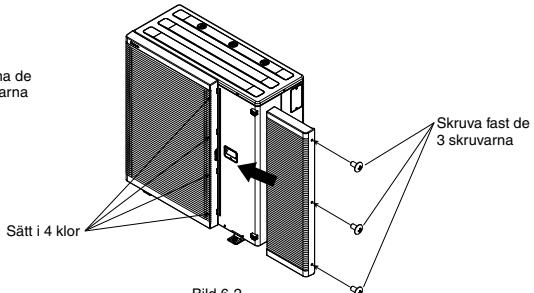

Bild 6-2
- Sätt i 4 klor på utloppsgallret (höger sida) och skruva fast de 3 skruvarna. (Bild 6-2)